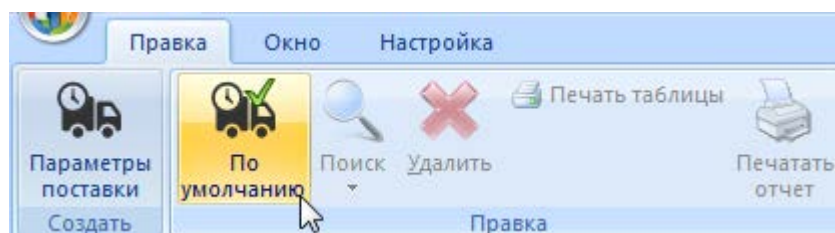

Рис. 9-89 – Вкладка «Правка»
8) После создания параметров поставки необходимо указать, какой из маршрутов будет использоваться по умолчанию. Для этого в окне связанных объектов выделить поставку и нажать кнопку «По умолчанию» панели «Правка» (рис. 9-89).